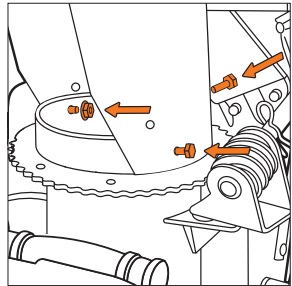

Рис. 14.2
- На DAST 9070 / 1080 / 1370 / 1590 / 17110 закрепите желоб тремя болтами (Рис. 14.2).